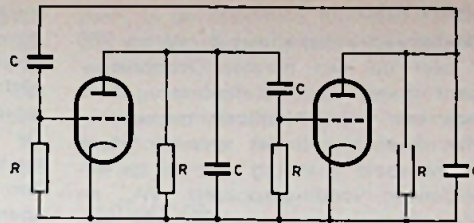

Fig. 5
② In het schema van fig. 5 zijn de spanningsbronnen voor de voeding van de beide gelijke buizen weggelaten. De vier weerstanden R zijn gelijk; hetzelfde is het geval met de condensatoren C. De steilheid van de buizen is S, hun inwendige weerstand is zeer groot ten opzichte van R. Bereken de waarde van S die nodig is om het geheel juist te laten oscilleren benevens de frequentie van de opgewekte wisselspanning.